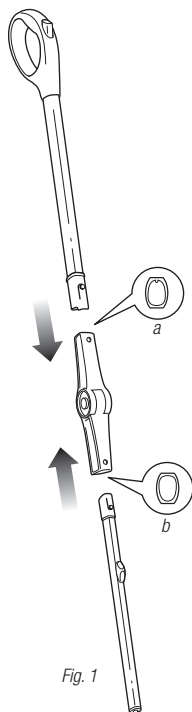

Fig. 1
- 1** Deslice el tubo superior (el que tiene el mango) dentro del extremo de la unión Backsaver^{MR} de Shark[®] que tiene una pequeña ranura (a). Luego deslice el tubo inferior dentro del otro extremo de la unión (b). Empújelo hasta que se trabe en su lugar. (fig. 1)